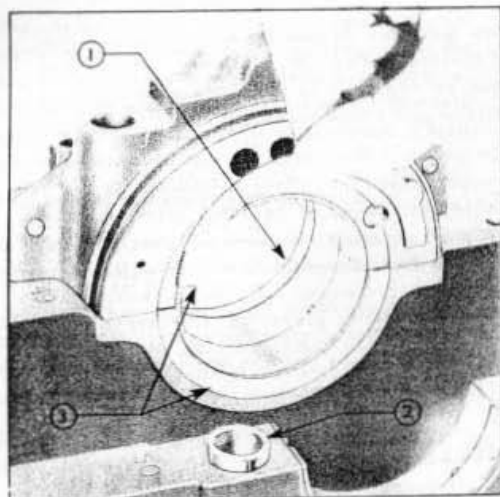

Fig. 27 = Rondelles de butée de vilebrequin
Le jeu du vilebrequin est réglé par des rondelles de butée amovibles qui se trouvent de chaque côté du chapeau arrière de palier principal. Les moitiés inférieures de ces rondelles comportent des languettes spéciales qui les empêchent de se déplacer. Positionner les rondelles de butées du vilebrequin dans leur logement, de chaque côté du chapeau de palier principal arrière, la gorge d'écroulement d'huile étant tournée vers l'extérieur (Fig. 27).
3. Positionner les moitiés supérieures des rondelles de butée du vilebrequin de l'un ou l'autre côté de la paroi arrière de bloc-cylindre, les canaux d'huile étant tournés vers l'extérieur (Fig. 27). Les moitiés supérieures de ces rondelles ne comportent pas de languettes de fixation.